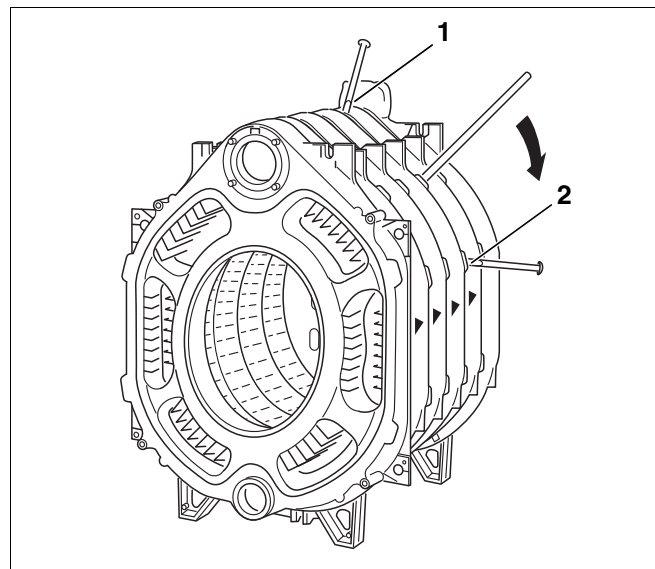

Fig. 22 Divisione del blocco caldaia
- ▶ Inserendo a forza (battendo) dei cunei piatti o degli scalpelli nei punti previsti (fig. 22, [1] e [2]), sopra e sotto tra gli elementi della caldaia separare la caldaia nel punto di perdita.